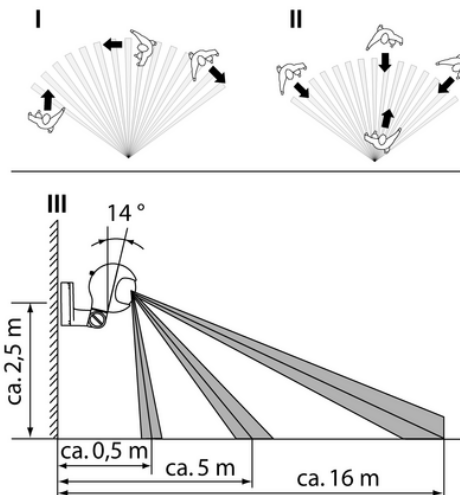

Bild 6: Bewegungsrichtung
- ❏ Bewegungen quer zum Bewegungsmelder, Bewegungsrichtung I können leichter erkannt werden als Bewegungen auf den Bewegungsmelder zu, Bewegungsrichtung II (Bild 6)
- Montagehöhe festlegen (Bild 6) III.